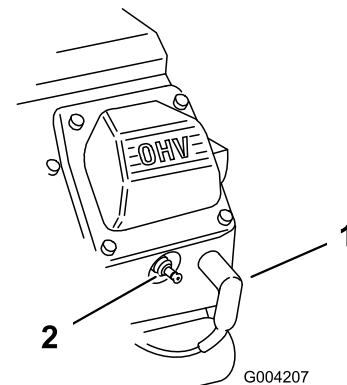

Figura 155
3. Monte os fios das velas da ignição nas velas (Figura 155).